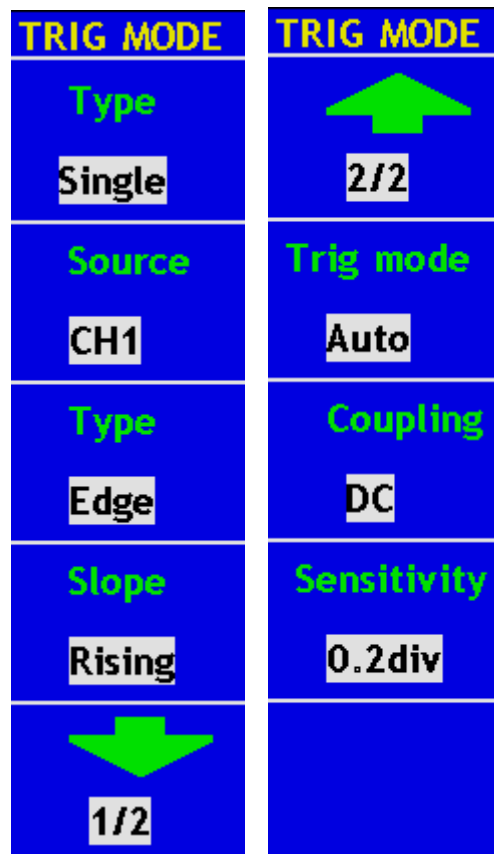

Abb. 29 Menü Trigger Mode
**TRIG MENU:** Mit dieser Taste rufen Sie das Triggermenü auf. Es erscheint dann ein Bedienmenü auf dem Bildschirm, siehe Abb. 29.